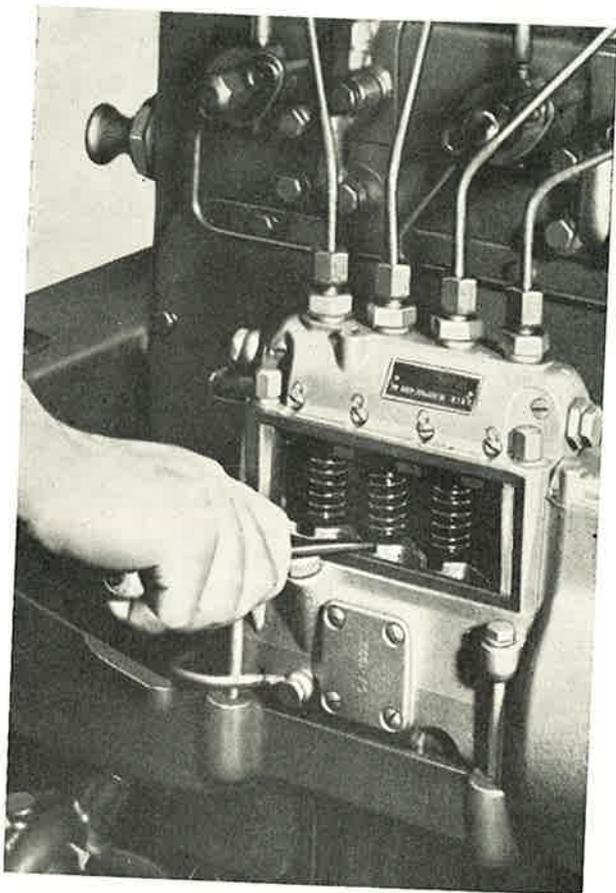
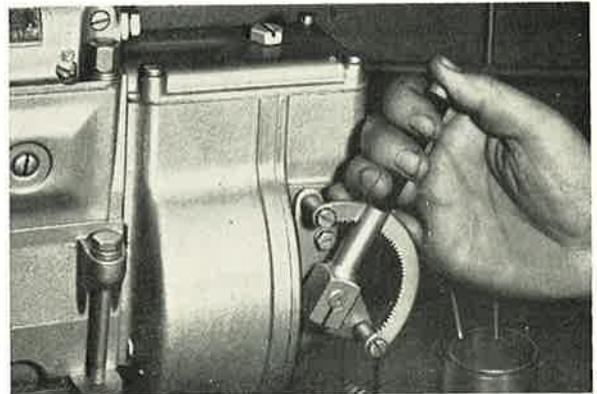

Abb. 48
Abb. 53
Deckel an der Einspritzpumpe abgenommen und ein Schraubenzieher unter die Feder des Einspritzelementes eingesetzt wird (Abb. 48.) Durch Pendeln nach oben und unten die Leitung mit Kraftstoff füllen, der die Luft verdrängt. Die erfolgte Füllung des Rohres erkennt man daran, dass die Düse ein knarrendes Geräusch von sich gibt. Der Kraftstoffhebel steht dabei auf maximale Lieferung (Abb. 53).
- b) Den Kraftstoffhebel in die Stellung für maximale Lieferung bringen (Abb. 53).
- b) Den Kraftstoffhebel auf maximale Lieferung stellen (Abb. 53).